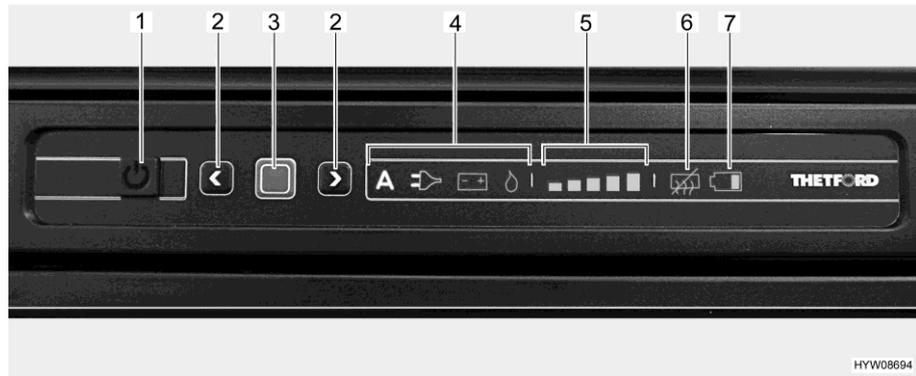

Bild 268 LED-Bedienfeld (Kühlschrank Thetford)
- Taste Ein/Aus (Bild 268,1) 1 Sekunde lang drücken. Die Taste leuchtet grün auf. Nach ca. 10 Sekunden wird die Anzeige aus Energiespargründen gedimmt.
- Bestätigungstaste (Bild 268,3) drücken. Die zuletzt gewählte Betriebsart wird angezeigt.
- Bestätigungstaste (Bild 268,3) ca. 2 Sekunden lang drücken. Die Betriebsartensymbole blinken.
- Manuelle Energiewahl: Mit den Pfeiltasten (Bild 268,2) die gewünschte Energiequelle auswählen.
- Automatische Energiewahl (nur bei Ausführung mit automatischer Energiewahl): Mit den Pfeiltasten (Bild 268,2) die Betriebsart "A" auswählen.
- Auswahl mit Bestätigungstaste (Bild 268,3) bestätigen.
- Bestätigungstaste (Bild 268,3) erneut drücken. Die Kühlstufen-Anzeige (Bild 268,5) blinkt.
- Zum Ändern der Einstellung die Pfeiltasten (Bild 268,2) drücken, bis die gewünschte Einstellung angezeigt wird.
- Taste Ein/Aus (Bild 268,1) etwa 2 Sekunden lang drücken. Alle Leuchten erlöschen. Der Kühlschrank ist abgeschaltet.
Nach dem Einschalten wählt der Kühlschrank automatisch die zuletzt gewählte Thermostat-Einstellung. Diese Einstellung kann manuell mit den Pfeiltasten (Bild 268,2) nachgeregelt werden. Es dauert einige Stunden, bis der Kühlschrank die normale Betriebstemperatur erreicht hat. Beim Umschalten auf eine andere Betriebsart wird die Thermostat-Einstellung beibehalten.